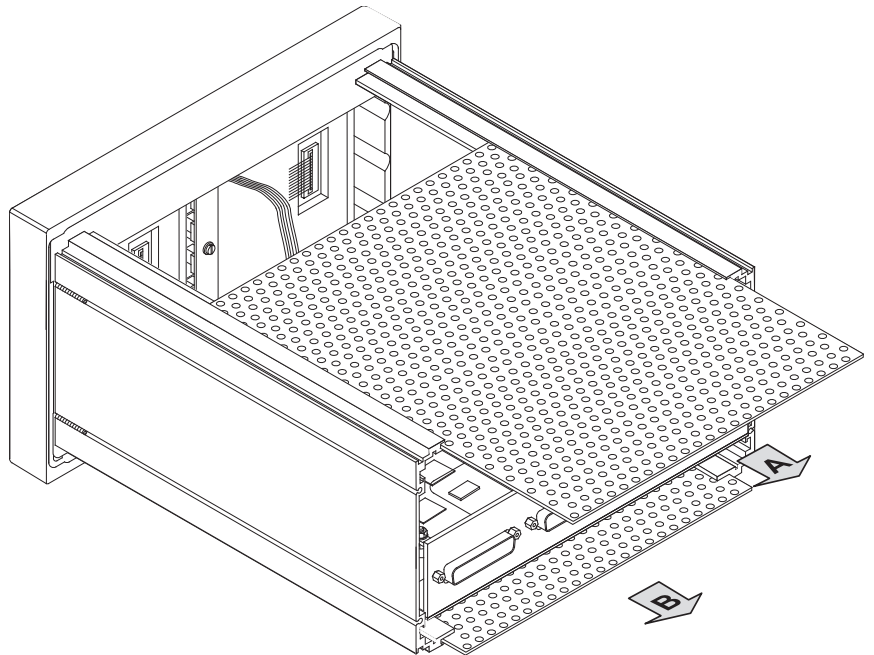

Bild 4-24: Herausziehen der Lochbleche
5. Entfernen Sie vorsichtig die Massekabel vom oberen und unteren Lochabdeckblech und ziehen Sie die Lochbleche vorsichtig heraus (Bild 4-24).